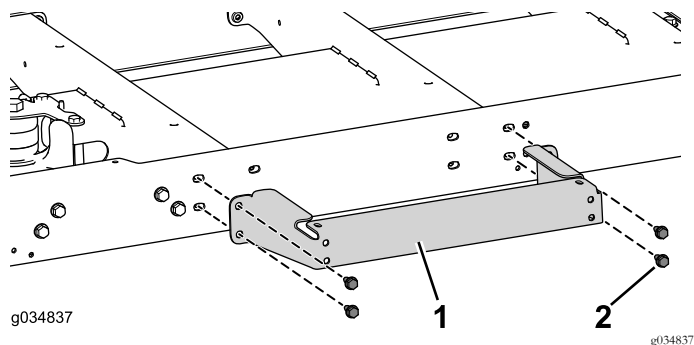

Figura 78
1. Utilice los 4 pernos (5/16" x 3/4") para conectar provisionalmente el soporte de la plataforma al perfil central (Figura 78).